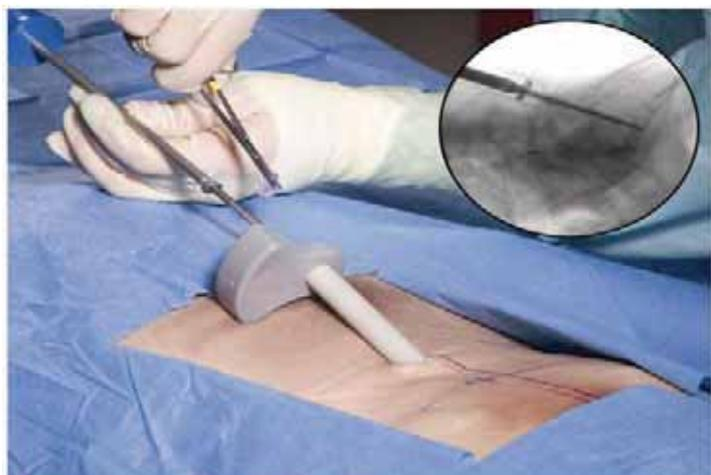

Рисунок 11 - BONE-LOK® PLS Implant
4.5mm BONE-LOK® PLS Implant полностью размещают на приспособлении (6112), и обращаются с ним осторожно, чтобы не удалить пластмассовый зажим, пока имплантат не будет помещен по К-проводу. Антикompрессионный зажим удаляют (Рис. 11), и устройство продвигают затем в кость. Установка имплантата сопровождается непрерывным вращением по часовой стрелке, под контролем рентгеновского аппарата, до достижения необходимой глубины погружения. "Не отпускайте" приспособление, пока вставляете имплантат - Это может расцепить имплантат от приспособления, и вызвать преждевременное продвижение компрессионного воротника имплантата.